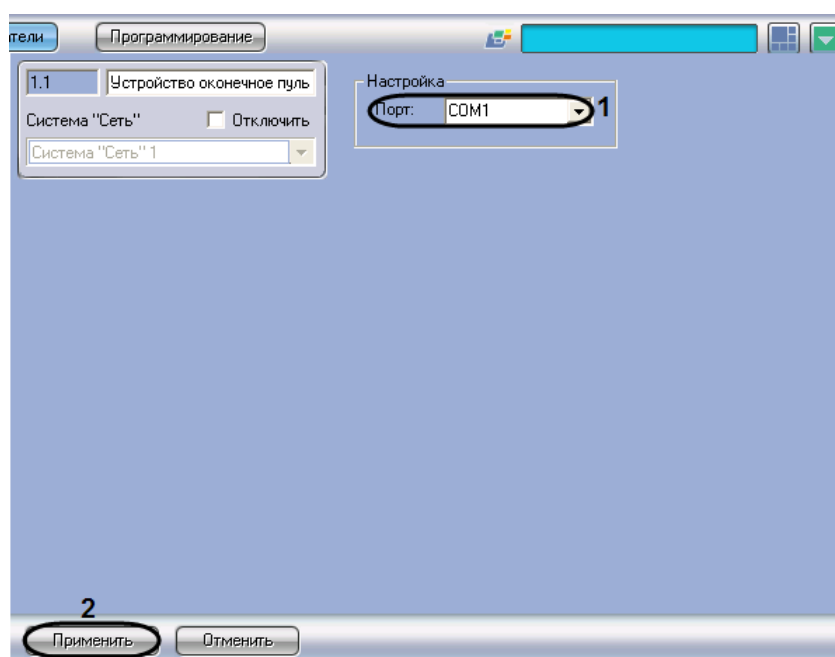

Рис. 3.3-2 Настройка соединения Сервера *Интеллект* с устройством оконечным пультовым
1. Перейти на панель настройки объекта **Устройство оконечное пультовое** (см. Рис. 3.3-2).
2. Из раскрывающегося списка **Порт** выбрать COM-порт Сервера *Интеллект*, используемый для соединения с УОП (см. Рис. 3.3-2, 1).
3. Для сохранения внесенных изменений нажать кнопку **Применить** (см. Рис. 3.3-2, 2).